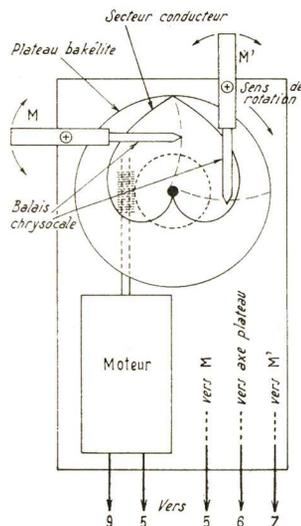

FIG. 22. — Boîtier de découpage.
b) **Boîtier pour découpage proportionnel** (fig. 22).